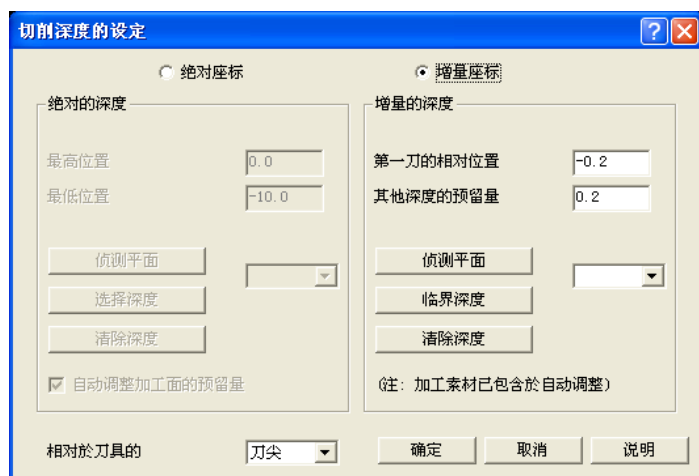

图 4-34 切削深度的设定
4) 选择“曲面粗加工-挖槽”，仍然选择直径为16mm的平刀，刀具参数、参考高度和进给下刀位置均同步步骤1)，图形选择所有的曲面，切削范围选择118mm×78mm矩形，设定加工的曲面/实体预留量：0.4，刀具的切削范围中刀具位置点选“外”；在“粗加工参数”选项卡中输入Z轴最大进给量：1.0，勾选“由切削范围外下刀”，其余默认；单击曲面加工参数的“切削深度”按钮，在“切削深度的设定”对话框中点选“增量坐标”，设定第一刀相对位置：-0.2，其余默认，如图4-34所示；挖槽参数与4-1A.MC9的步骤4)相同。